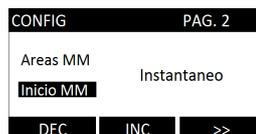

Figura 4
- 3) Se o modo de áreas desabilitadas estiver ativo, o menu “Inicio MM” permitirá a utilização de três padrões de funcionamento, sendo “Data e Hora”, “Instantâneo” e “Manual”. Se o usuário quiser alterar o modo de operação, deve pressionar **ALTERA**. Esta ação levará ao menu seguinte, onde é possível utilizar as teclas **INC** e **DEC** para selecionar o modo e a tecla **>>** para confirmar a escolha (figura 4);